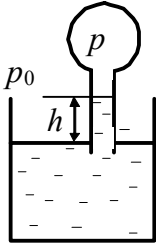

Рисунок 2.5
2.4. Открытый сосуд заполнен ртутью (рисунок 2.5). Определить абсолютное и избыточное давление внутри колбы  $p$ , если высота поднятия ртути  $h=30$  мм.